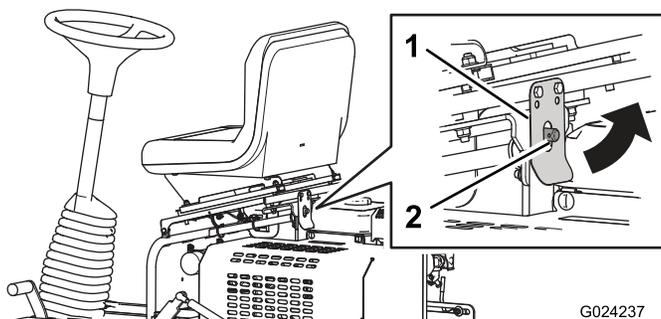

Figura 31
2. Tire hacia atrás del enganche del asiento e incline el asiento hacia adelante (Figura 31).